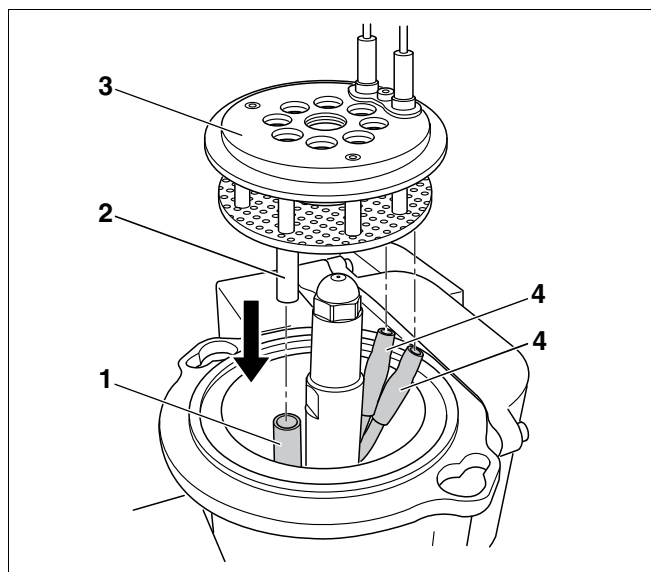

Fig. 30 Montarea sistemului de amestec
- Se reinstalează (Fig. 30, **Poz. 3**) sistemul de amestec.
- Se fixează corect (Fig. 30, **Poz. 4**) conductele de aprindere.
- Se introduce (Fig. 30, **Poz. 2**) indicatorul de nivel cu tub de sticlă (Fig. 30, **Poz. 1**) în țeava de fixare.